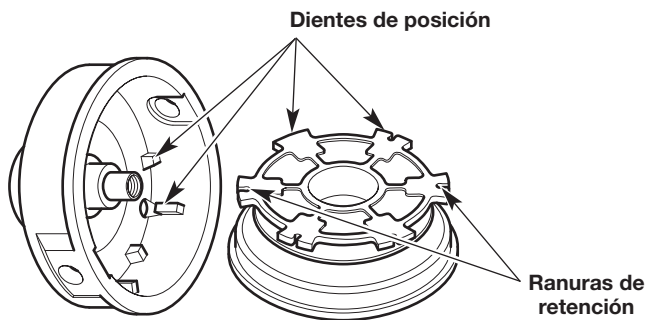

Fig. 20
6. Controle los dientes de posición y las ranuras de retención para detectar si están desgastados (Fig. 20). Si es necesario, elimine las rebabas o reemplace el carretel interior y la bobina exterior.